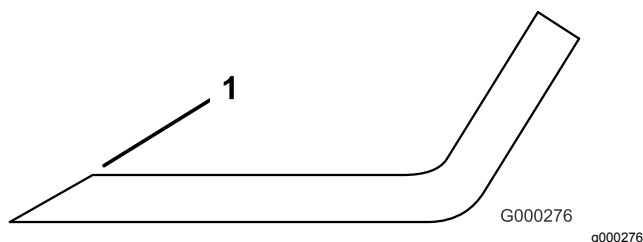

Figure 112
3. Examinez les tranchants de toutes les lames et affûtez-les s'ils sont émoussés ou ébréchés. N'affûtez que le haut du tranchant et conservez l'angle de coupe d'origine pour obtenir une coupe nette (Figure 112). Limez la même quantité de métal sur chacun des deux tranchants pour ne pas déséquilibrer la lame.